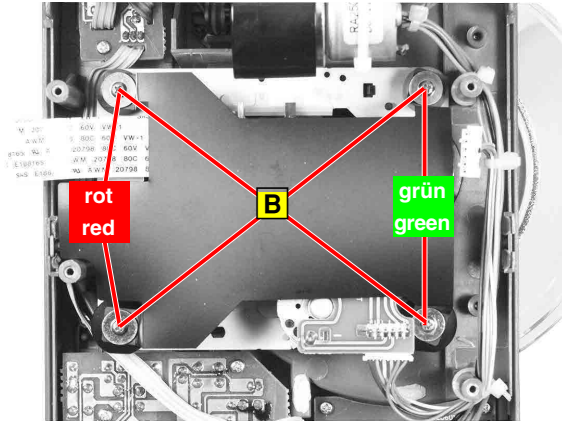

Fig. 17
- 4 Schrauben **B** (Fig. 17) herausdrehen.
- Undo 4 screws **B** (Fig. 17).